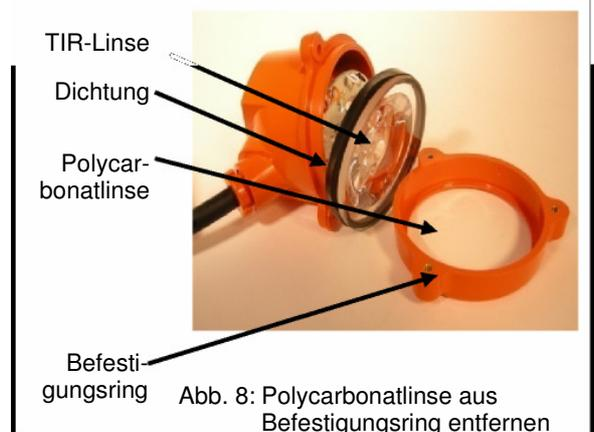

Abb. 8: Polycarbonatlinse aus Befestigungsring entfernen
- 22) Geben Sie die Polycarbonatlinse in den Befestigungsring (siehe Abb. 8).
- 8) Entfernen Sie vorsichtig den Befestigungsring des Kopfstückes und die Polycarbonatlinse (siehe Abb. 8).
- 24) Geben Sie die Polycarbonatlinse in den Befestigungsring (siehe Abb. 8).